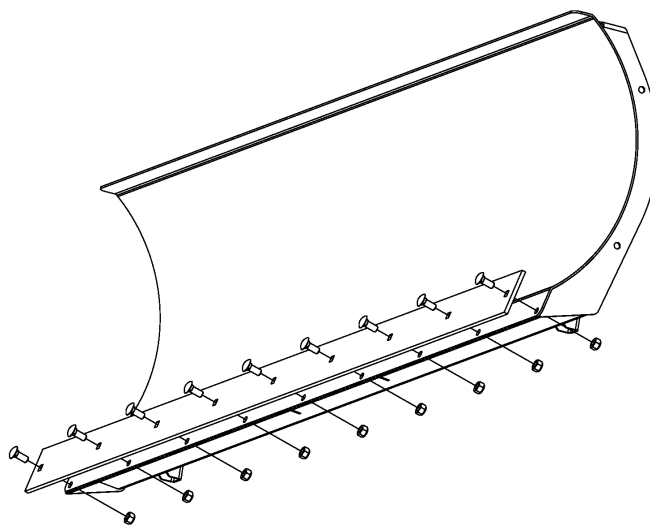

FIGURA 1
1. Acople la barra de desgaste a la hoja de la pala como se muestra en la Figura 1. Pase los pernos de carruaje de 10 mm a través de los agujeros cuadrados de la barra de desgaste y de los respectivos orificios de la pala. Ajuste con la tuerca de seguridad de 10 mm.